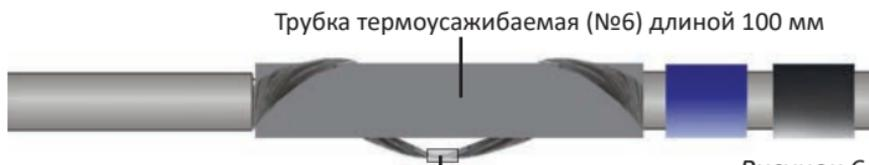

Рисунок 6
5.11. С одного конца кабеля сдвинуть термоусаживаемую трубку (**№6**) (L=100 мм) и усадить ее с помощью воздушного термопистолета (T=230 °C). Соединить оба пучка экранной оплётки с помощью гильзы (**№2**) длиной 6мм. При этом, перед соединением, в пучках требуется равномерно распределить медную проволоку в одной плоскости, насколько это возможно (*Рисунок 6*)